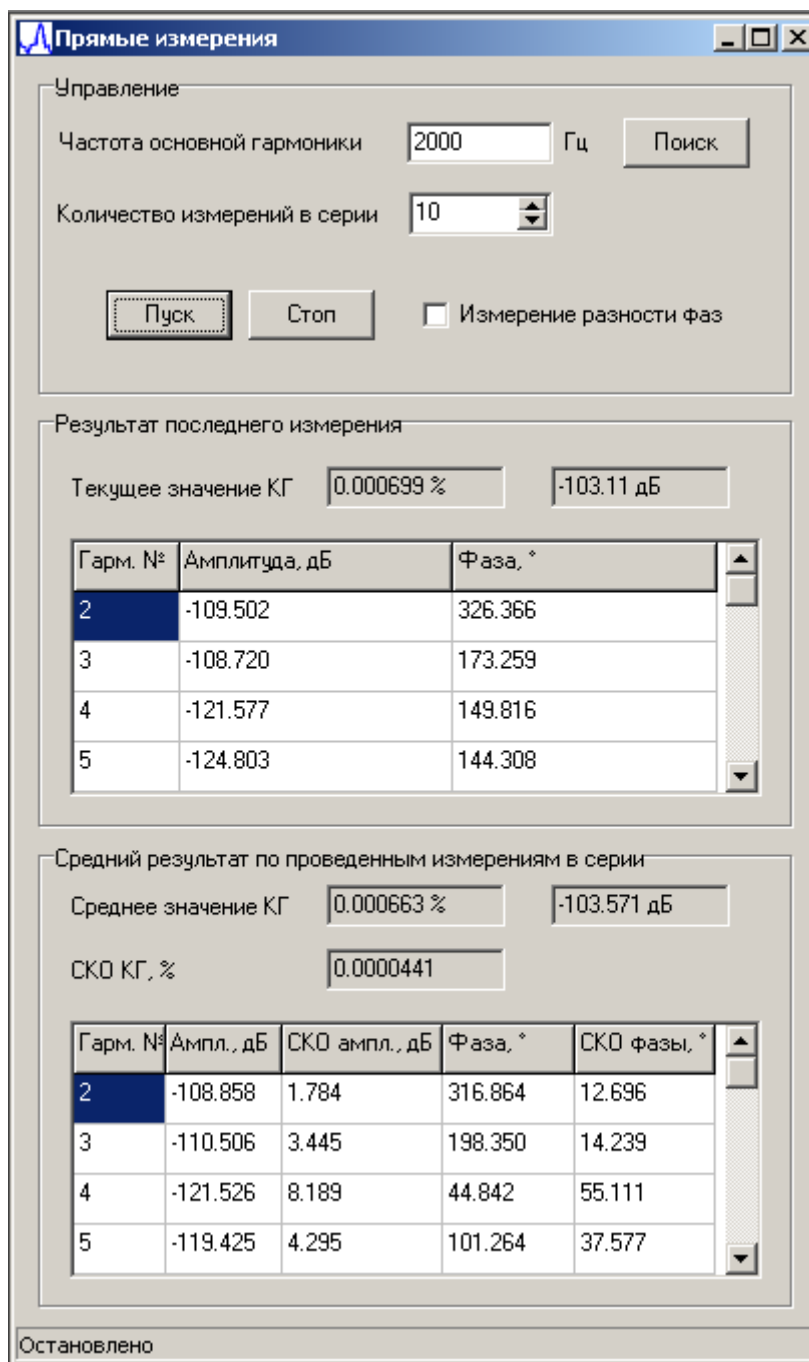

Рисунок 12. Окно «Прямые измерения»
- 3) флажок «одна и та же» в области «Частота генератора и измерителя» – частота первой гармоники измеряемого сигнала – та же, что и у генератора-калибратора СК6-122 и наоборот. Сделано это для удобства. При задании частоты сигнала генератора-калибратора значение этой частоты автоматически будет введено в поле ввода «Частота основной гармоники» окна «Прямые измерения» (см. рисунок 12);
5.3 Окно «Прямые измерения» (см. рисунок 12) содержит следующие элементы управления
5.3.2 Область «Результат последнего измерения» окна «Прямые измерения» (см. рисунок 12) содержит две ячейки «Текущее значение Кг» для индицирования в процентах и децибелах текущего измеренного значения Кг, а также таблицу с измеренными амплитудами (относительные значения) и фазовыми сдвигами высших гармоник.
5.3.3 Область «Средний результат по проведенным измерениям в серии» (см. рисунок 12) содержит ячейки «Среднее значение Кг» (в процентах и децибелах) и «СКО Кг, %» (оценка среднеквадратического отклонения результата измерений Кг по данным единичных измерений в серии), а также таблицу с результатами измерений уровней и фазовых сдвигов высших гармоник и их статистическими оценками.
6.1.2 В окне «Прямые измерения» (см. рисунок 12) задать частоту первой гармоники и количество измерений ($N = 1 \dots 20$) в серии.